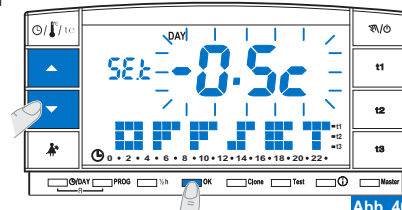

Abb. 40
- Durch Betätigung der Tasten **▲▼** kann der gewünschte Wert eingestellt werden (Beispiel in Abb. 40)
- Drücken Sie **OK** um zu bestätigen und den aktuellen Programmbetrieb wieder aufzunehmen (Beispiel in Abb. 40).
In Abbildung 40, sehen Sie ein Einstellungsbeispiel für die Temperaturkorrektur (Offset): **-0,5°C**.